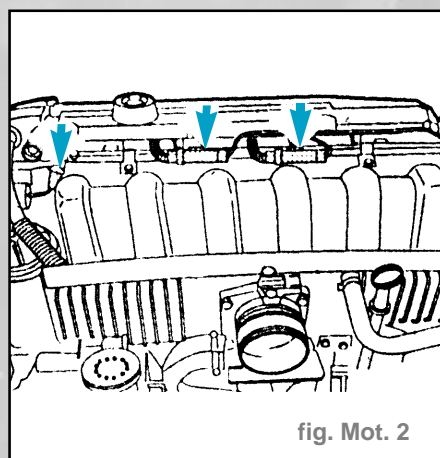

fig. Mot. 2
- Déclipser les connecteurs des sondes Lambda (fig. Mot. 2).